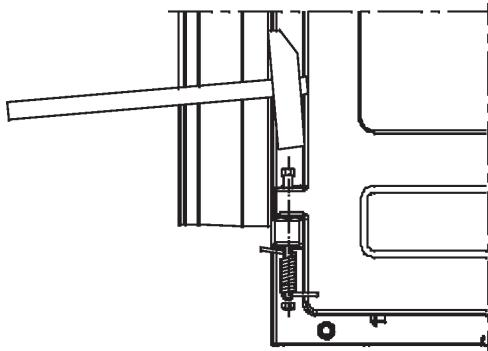

Abb. 1.
-Tür schließen, die Vorderplatte abnehmen, den Stift an dem unteren Scharnier herausnehmen, die Imbusschraube so hineingeben, dass ca. 15 mm aus dem Scharnier herausragt. Setzen Sie die Feder so auf die ein wenig überspannte Schraube, dass ein Ende in den Ofenrand einhakt. Feder halten, Schraube stampfen, auf die Schraube eine geschlossene Schraubenmutter aufsetzen (siehe Bild 1).
Der Kessel muss an das System der Zentralheizung mit einem offenen expansiven Gefäß angeschlossen werden, so dass, falls Wasser überheizt wird, es nicht zu einer Druckerhöhung kommt (Bild 1). Wir empfehlen den Einbau eines Mischhahns mit vier Anschlässen (Mischventil), welcher eine Temperaturregulation am Anfang der Rohrleitung der Heizung ermöglicht, wobei die Wassertemperatur im Kessel immer noch hoch genug ist ($60 - 70^{\circ}\text{C}$), um Schwitzen des Kessels oder Niedrigtemperatur-Korrosion zu vermeiden. Anstatt des Mischventils kann auch ein Thermostat eingebaut werden, wessen Messfühler am Anfang der Rohrleitung ist. Der Thermostat schaltet die Pumpe erst ein, wenn die Wassertemperatur im Kessel, d. h. am Anfang der Rohrleitung hoch genug ist. Auf den Bildern 1 und 2 wurde dargestellt, wie man den Kessel an die Installation der Zentralheizung anschließen soll.